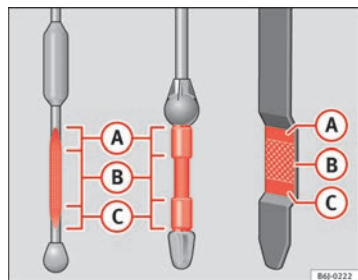

Fig. 157 Varilla de medición del nivel de aceite
- A continuación, vuelva a extraerla y compruebe el nivel de aceite ⇒ fig. 157. En caso necesario, reponga aceite del motor.